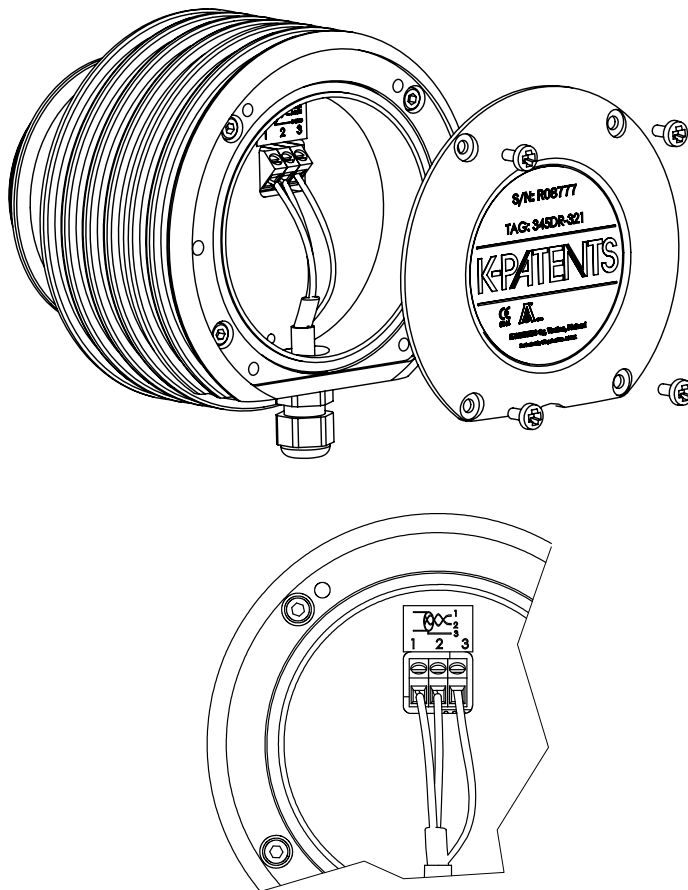

Abbildung 3.4 Sensor, elektrische Anschlüsse.
1. Entfernen Sie die vier Schrauben des Sensor-Typenschilds (Abbildung 3.4). Die Anschlussleiste befindet sich unter dem Typenschild.
2. Schließen Sie die Signaldrähte an die Anschlussklemmen (1) und (2) und die Kabelabschirmung an Anschlussklemme (3) an.